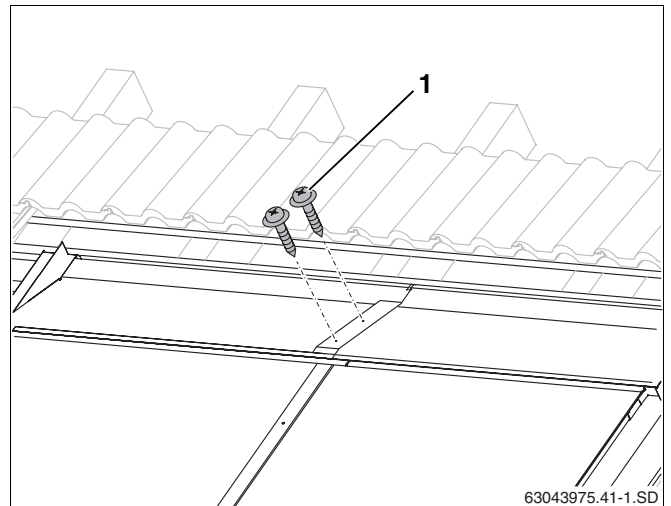

Fig. 59 Relier les tôles de recouvrement supérieures à l'aide de vis
- Fixer les chevauchements des tôles à l'aide de deux vis de ferblantier de 25 mm de long, jointes à la livraison (fig. 59, **pos. 1**).